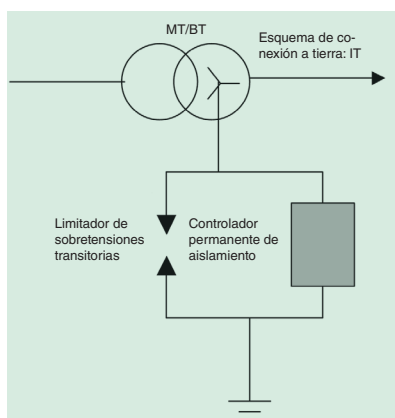

Fig. 6.9 - Limitador de sobretensiones transitorias en protección basta.
- Los limitadores de sobretensión utilizados en las redes, llamadas de *neutro aislado* o *impedante* (esquema IT), que se instalan a la salida del transformador MT/BT. Estos limitadores permiten derivar a tierra sobretensiones de gran energía y soportan la corriente de defecto a tierra de la red de MT (**fig. 6.9**).